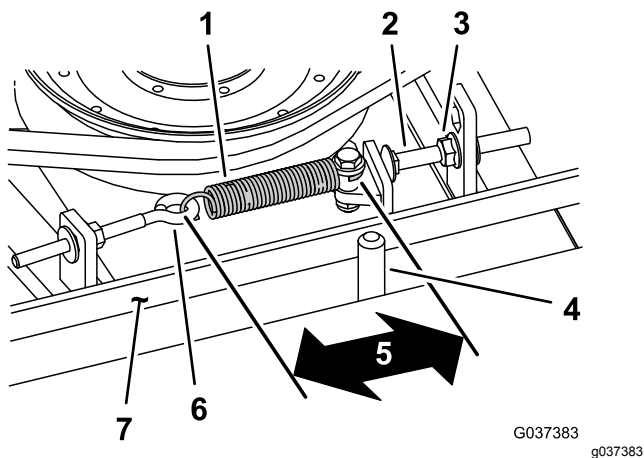

Рисунок 77
При правильном натяжении внутренняя длина пружины растяжения (между зацепами) должна быть приблизительно 8,3–9,5 см. После того, как будет достигнуто правильное натяжение пружины растяжения, отрегулируйте упорный болт (каретный болт) так, чтобы между головкой болта и рычагом натяжного ролика оставался зазор 2–5 мм. (Рисунок 77).
Примечание: Убедитесь, что ремень расположен на направляющей ремня со стороны пружины (Рисунок 77).
2. Ослабьте рым-болт, чтобы можно было снять пружину растяжения (Рисунок 77).
3. Ослабьте фланцевую гайку, которая крепит упорный болт к монтажному выступу, и отодвиньте натяжной ролик от ремня, чтобы ослабить натяжение ремня (Рисунок 77).
9. Подсоедините пружину растяжения (Рисунок 77) к рым-болту и натяните ремень следующим образом: